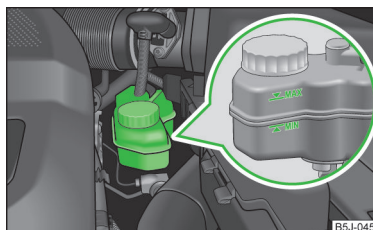

Abb. 133
- Ist der Flüssigkeitsstand unter die MIN-Markierung abgesunken » Abb. 133 auf Seite 151, ⚠ nicht weiterfahren - es besteht Unfallgefahr! Die Hilfe eines Fachbetriebs in Anspruch nehmen.
Der Vorratsbehälter für Bremsflüssigkeit befindet sich im Motorraum » Abb. 133.
- Den Bremsflüssigkeitsstand am Behälter prüfen » Abb. 133.